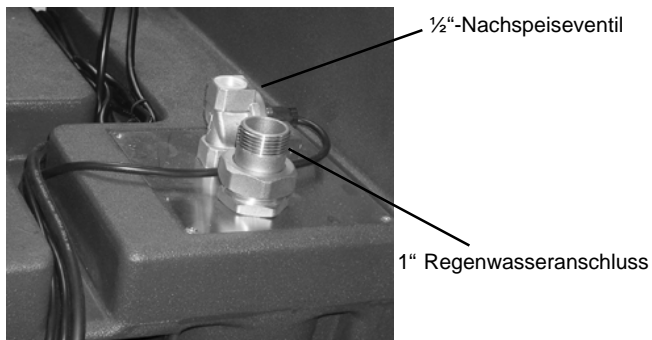

Bild 3
- Trinkwasserleitung dicht, fest und spannungsfrei mit dem ½“-Nachspeiseventil des Klarwasserbehälters verbinden, siehe Bild 3.
- Druckleitung der Zubringerpumpe (Tauchmotorpumpe im Auffangbehälter, nicht im Lieferumfang enthalten) dicht, fest und spannungsfrei mit der 1" 3-teiligen-Verschraubung des Klarwasserbehälters verbinden, siehe Kapitel 1.8 Bild 3.